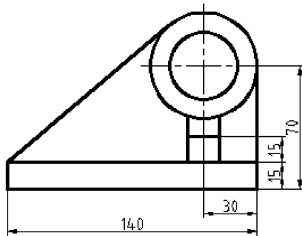

图 9-38 主视图中的尺寸
(3) 单击“注释”选项卡“标注”面板中的“基线”按钮，选取下部尺寸“15”的下边尺寸线，捕捉主视图的圆心，标注基线尺寸“70”，结果如图 9-38 所示。